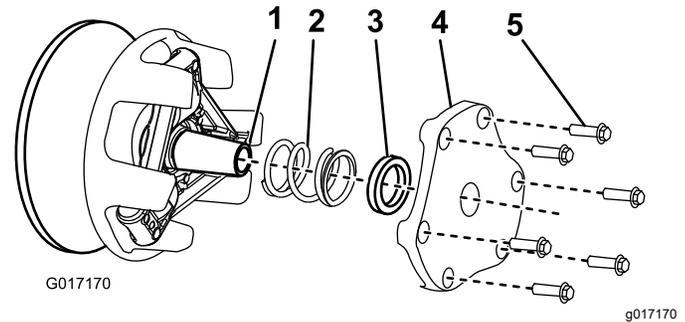

Bild 50
4. Legen Sie die Abdeckung, das Distanzstück und die Feder zur Seite (**Bild 50**).